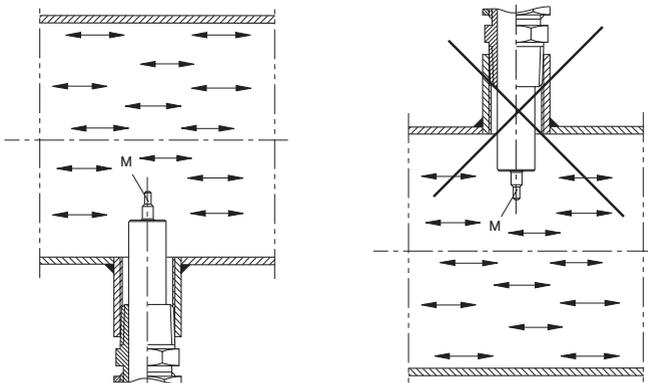

Bild 7
- Verschraubung PG16 Messing vernickelt (Siehe Bild 7)
- Verschraubung Edelstahl 316 (Schneidring) (Siehe Bild 7)